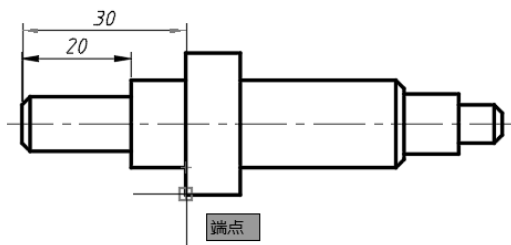
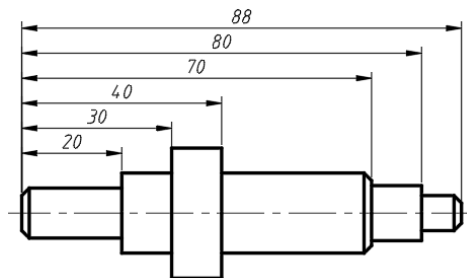

图 8-36 指定第二条尺寸界线原点
图 8-37 创建基线标注的结果
③ 单击“基线”按钮，在图形中选择图 8-36 所示的端点作为第二条尺寸界线原点，再依次选择端点 4、端点 5、端点 6 和端点 7，按两次〈Enter〉键结束命令，完成创建基线标注的结果如图 8-37 所示。